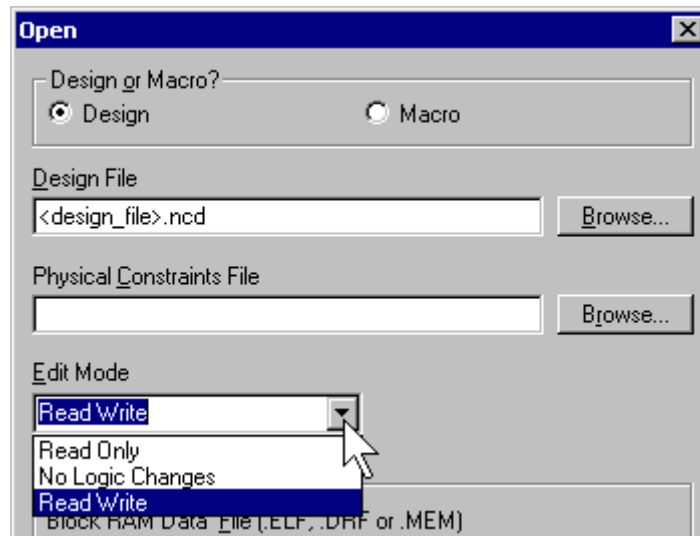

図 3 : FPGA Editor で修正する場合
- [File] → [Open] を選択します。次に、図 3 に示すように、完成したデザインの \*.ncd ファイルを選択し、Edit Mode を [Read Write] に設定します。